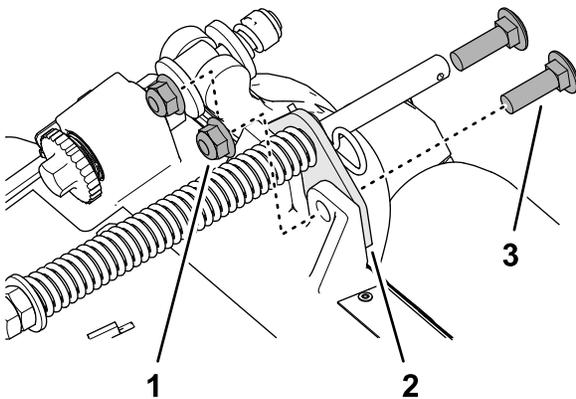

Figura 7
2. Retire las 2 contratuercas con arandela prensada ($\frac{3}{8}$ ") y los 2 pernos de cuello cuadrado ($\frac{3}{8}$ " x $1\frac{1}{4}$ ") que sujetan el soporte del muelle de compensación al bastidor de la unidad de corte (Figura 7).